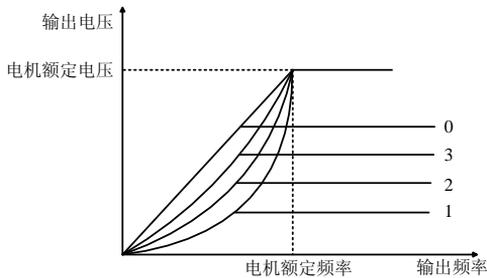

图 4-2 电机 V/F 曲线
- 当 P01.22 选择 1 时，为 2.0 次幂降转矩特性；如图 4-2 中的曲线 1。
- 当 P01.22 选择 2 时，为 1.7 次幂降转矩特性；如图 4-2 中的曲线 2。
- 当 P01.22 选择 3 时，为 1.2 次幂降转矩特性；如图 4-2 中的曲线 3。